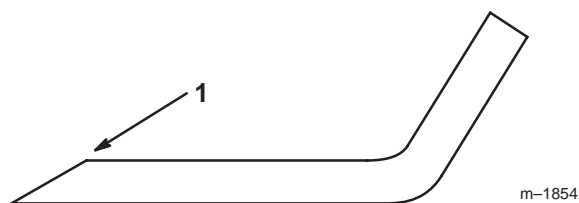

Figure 32
1. Au moyen d'une lime, aiguiser les tranchants aux deux extrémités de la lame (Fig. 32) en veillant à conserver l'angle d'origine. Limez la même quantité de métal sur chacun des deux tranchants pour ne pas déséquilibrer la lame.